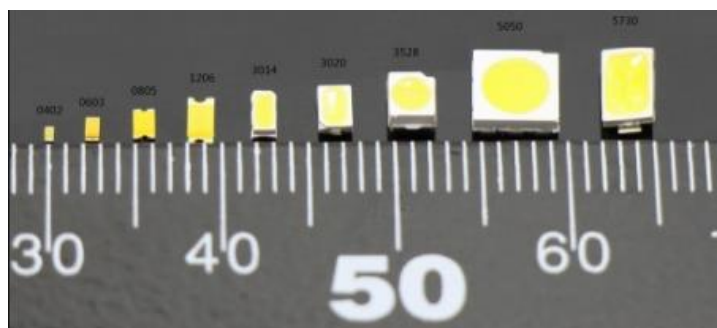

Figura 06 – Led SMD
- **Led SMD:** São leds muito pequenos, encontrados em fitas de leds, e em placas como o Arduino e Raspberry PI, podem ser difusos, transparentes e multicores (RGB), figura 06.